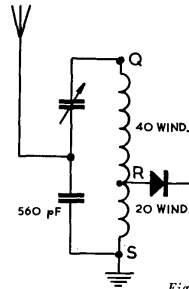

Fig. B33
24. De punten 24 t/m 33 gelden, als je tussen ongeveer 30 en 100 km van de zendantennes woont. We maken nu een antennespoel met 60 windingen en één aftakking. In fig. B33 is getekend, wat er dan in het „princieschema” van blz. 16 verandert. Het voordeel van het gebruik van deze spoel is, dat de gevoeligheid van de „Pionier II” nu bij elke afstemming even groot is, terwijl storingen door kortegolfzenders onmogelijk zijn. Ook heeft de grootte van de antenne nu nog maar weinig invloed op de afstemming. Bij de aansluiting van de 60-windingenspoel zijn echter niet veel variaties mogelijk, zodat toepassing alleen voordelen biedt bij middelgrote afstanden tot de zendantenne(s).